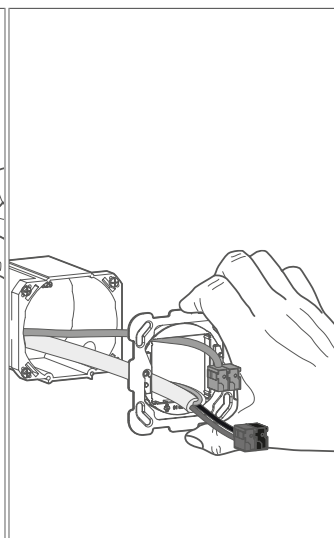

Fig. 9 : En option : Passage de câble pour sonde de température externe
- Faire également passer le câble de connexion du capteur de température externe avec la borne de connexion à travers le cadre et le connecter à l'arrière de l'appareil. (Fig. 9).